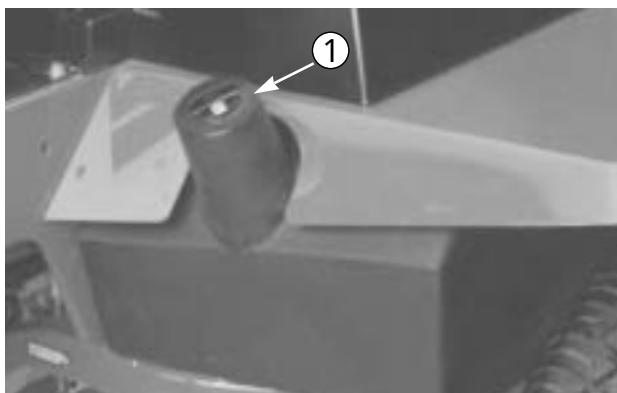

図58
2. タンク下のドレンプラグ（図58）を開いてドレンパンにオイルを受け、排出が終わったら、プラグを元通りに閉める。